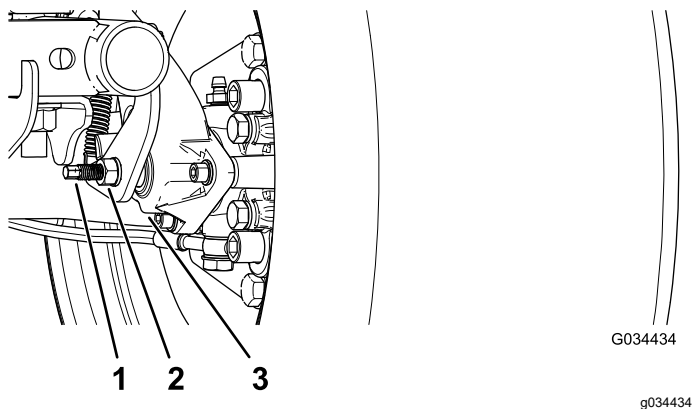

Рисунок 63
3. Используя два ключа, удерживайте регулировочный штырь на суппорте одним ключом и ослабьте контргайку на $\frac{1}{4}$ оборота другим ключом (Рисунок 63).
4. Удерживая регулировочный штырь и контргайку на месте, поверните регулировочный штырь для затягивания (Рисунок 63).
5. Удерживая регулировочный штырь и контргайку на месте, отверните штырь на $\frac{1}{4}$ оборота (Рисунок 63).
6. Удерживая регулировочный штырь и контргайку на месте, затяните контргайку (Рисунок 63).